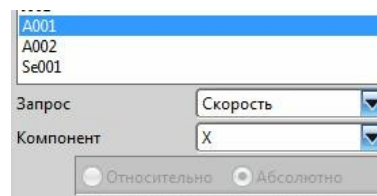

рис.47
•Обратите внимание на то, что когда вы строите графики для маркеров, то хоть и “бледно”, но система все-таки уточняет, что все координаты будут определяться в **абсолютной СК** (рис.47).